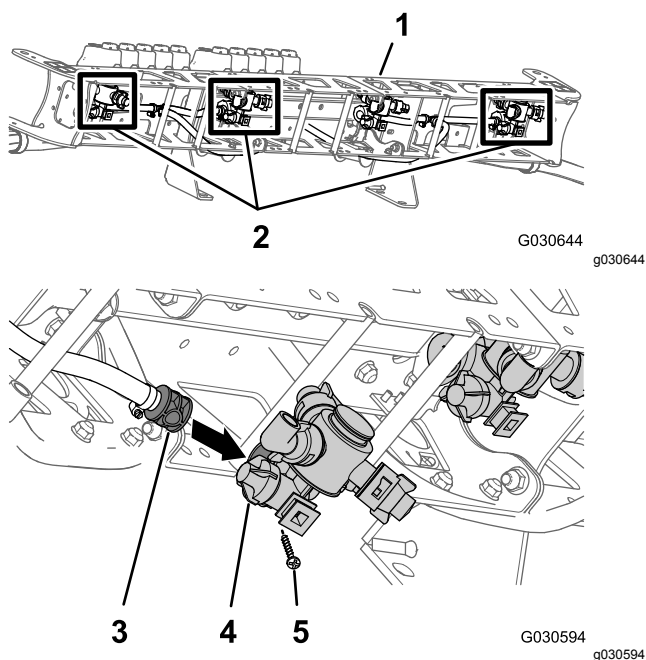
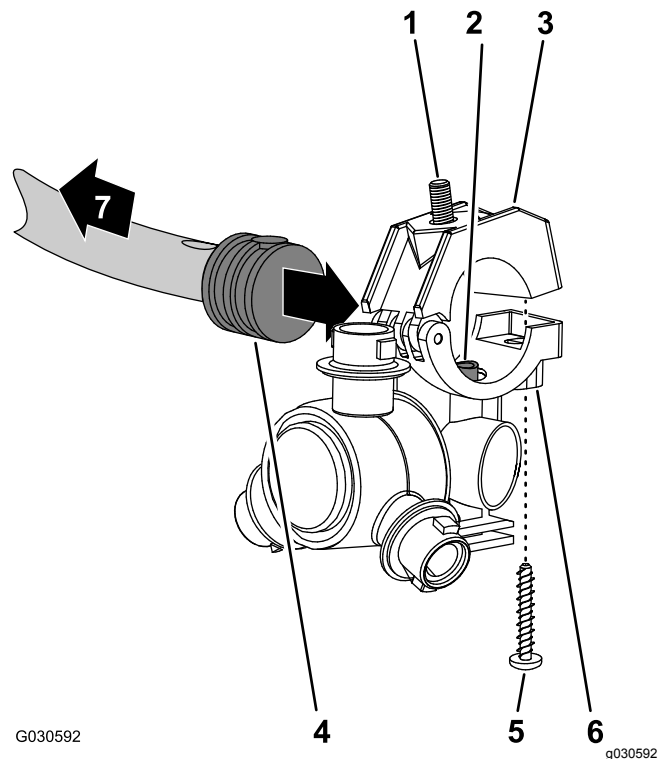

図 120
図 121
- センターブームで、ノズルのサドルに付いているトランスファチューブ 図 120 と 図 121 を、片側バーブ付きホースシャंक $\frac{1}{2}$ " の側面の穴に合わせる。
4. バーブ付きホースシャックにホースクランプの上半分をセットし、クランプとノズルボディ図 121を、ステンレスねじ#12 x 1-¼"で固定する。